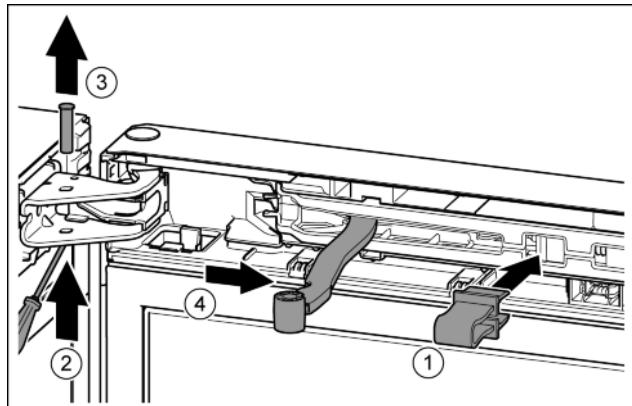

Fig. 11
- Зафиксировать предохранитель в отверстии. Fig. 11 (1)
► Выкрутить палец отверткой T15. Fig. 11 (2)
► Извлечь палец движением вверх. Fig. 11 (3)
► Повернуть шарнир в направлении двери. Fig. 11 (4)